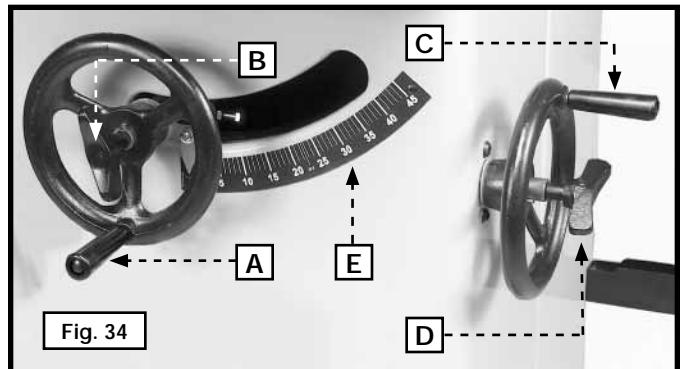

Fig. 34
Levante o baje la hoja con el volante frontal (A) Fig. 34. A excepción de las hojas huecas, levante la hoja de 3,175 mm (1/8") a 19,05 mm (1/4") por encima de la superficie superior de la pieza de trabajo. Con las hojas huecas, levante la hoja a su altura máxima para proporcionar mayor espacio. Para levantar la hoja de la sierra, afloje la perilla de bloqueo (B) Fig. 34, y gire el volante (A) hacia la derecha. Para bajar la hoja de la sierra, gire el volante (A) hacia la izquierda.
Bloquee la hoja de la sierra girando la perilla de bloqueo (B) Fig. 34, hacia la derecha. Sólo se necesita una pequeña cantidad de fuerza para bloquear el mecanismo de elevación de la hoja con firmeza. Cualquier fuerza adicional ejerce una tensión no necesaria en el dispositivo de bloqueo. Los topes para limitar la elevación o el descenso están incorporados permanentemente al mecanismo y no necesitan ajustes adicionales.
Para inclinar la hoja de la sierra, afloje la perilla de bloqueo (D) Fig. 34 y gire el volante (C). Un indicador marca el ángulo de inclinación en la escala (E), marcados en incrementos de un grado. Para bloquear la hoja de la sierra, afloje la perilla de bloqueo (D).